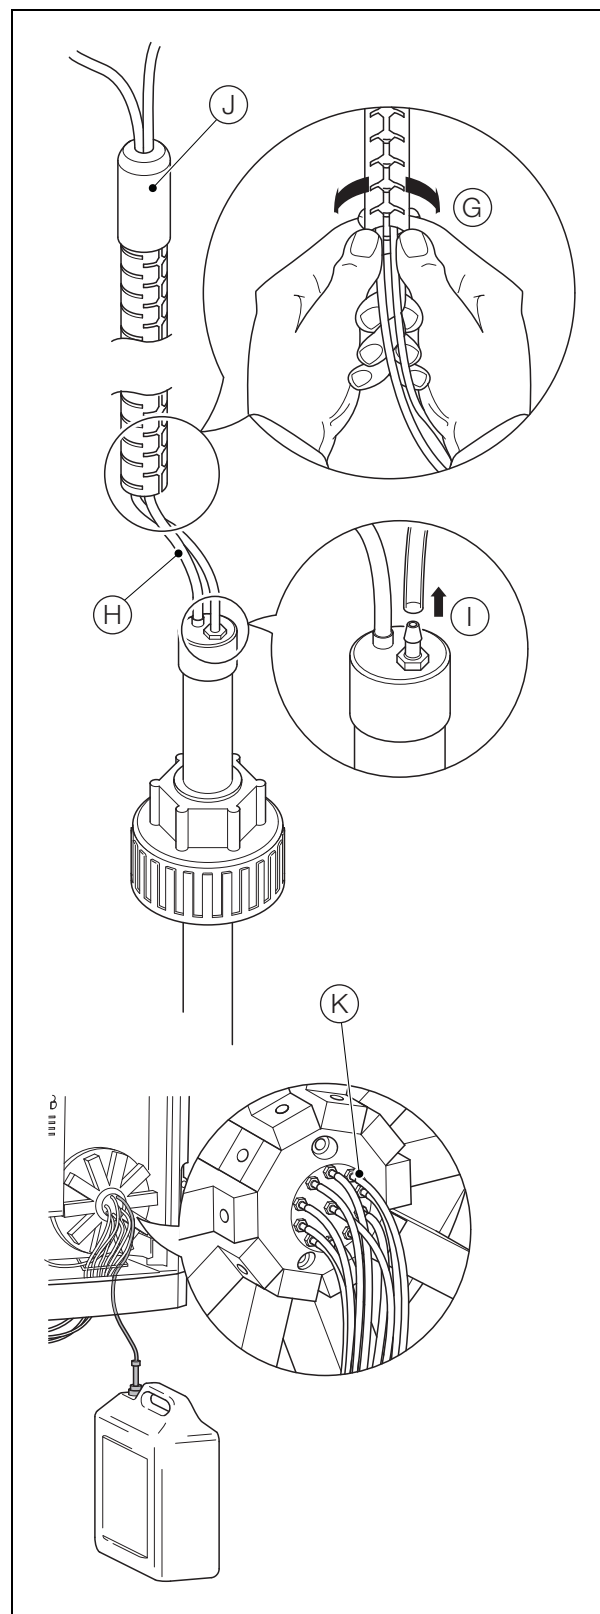

Abb. 13.7 Austauschen des Reagenzienschlauchs
4. Siehe Abb. 13.7:
- b. Entfernen Sie die Spiralumhüllung (G) vom Reagenzienschlauch und vom Füllstand-Sensorkabel (H).
- c. Trennen Sie den Schlauch vom Füllstand-Sensor (I), und ziehen Sie den Schlauch aus der Gummimanschette (J).
- d. Schieben Sie den neuen Schlauch durch die Gummimanschette (J), und führen Sie den Schlauch wie in Schritt a angegeben in den Analysator. Verbinden Sie den Schlauch mit dem Verbindungsstück R1 an dem Ventilblock (K).
- e. Bringen Sie die Spiralumhüllung (G) wieder an.
- f. Schneiden Sie den Schlauch auf die erforderliche Länge, und schließen Sie ihn an den Füllstand-Sensor (I) an.